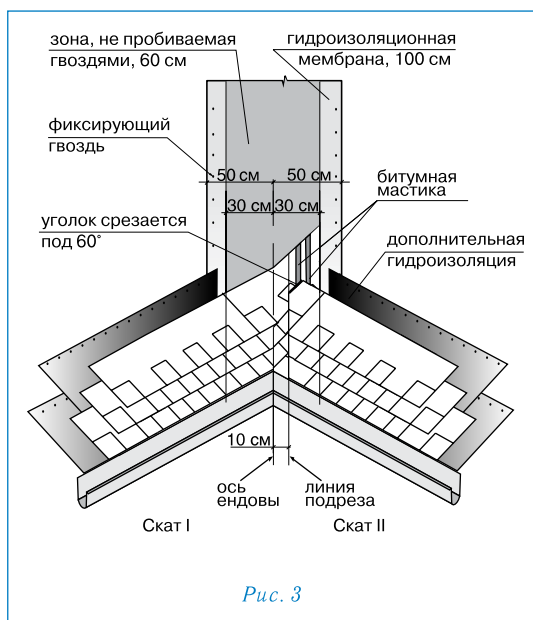

Рис. 3
Ендова (рис. 3)
- лист, подходящий к ендове со ската II, должен доходить до линии подрезки и обрезаться по ней. Верхний уголок обрезанного края листа подрезается под углом 60° (5×3см - рис. 3);